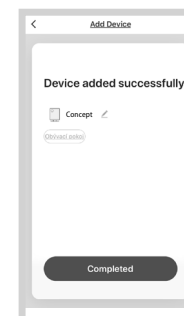
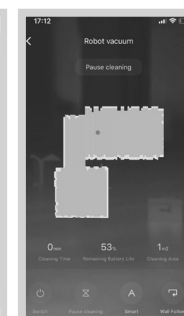

Abb. 11
Abb. 12
- Nach erfolgreicher Einstellung (Abb. 11) drücken Sie „Completed“, und Sie geraten in der Schnittstelle zur Bedienung des Geräts (Abb. 12).